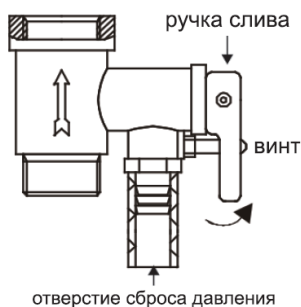

Рисунок 5
4. На входной патрубок, обозначенный голубым цветом и стрелкой направления течения воды, накрутите предохранительный клапан так, чтобы течение воды совпадало с направлением стрелки на корпусе клапана. На отверстие сброса давления предохранительного клапана (см. рисунок 5) оденьте дренажную трубку\* для отвода воды (возможно появление при нагревании) в канализацию (трубку необходимо направить строго вниз и запрещено перегибать её).
этом кран выхода горячей воды должен быть открыт, а кран подачи холодной воды в водонагреватель должен быть перекрыт) (см. рисунок 5).